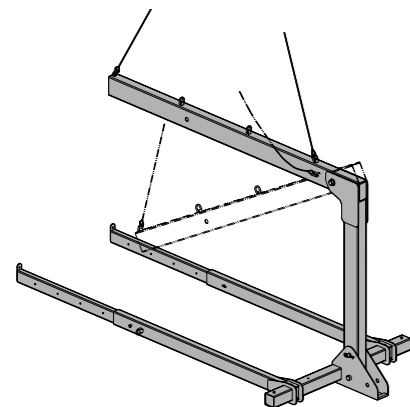
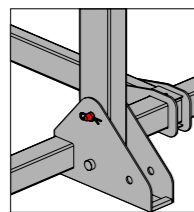

Abb. 5.5 Bei Kranentlastung geht der Ausleger nach unten zum Aushängen der Lasthaken von ebener Erde aus
Abb. 5.6
- Wenn die Versetztraverse vollständig ausgeklappt ist, müssen Sie den Bolzen wieder anbringen und mit dem Federstecker sichern. (Abb. 5.5 und Abb. 5.6)
Die Versetztraverse 250/540 justiert sich selbst in die Arbeitsposition. Die Gabeln können Sie in betriebsbereitem Zustand zusammen- oder auseinander schieben. Länge von 3,20 m bis 5,00 m, Breite von 0,50 m bis 2,00 m jeweils stufenlos. Arretierung durch Ausfallsicherung. Bei Kranentlastung geht der Ausleger nach unten zum Aushängen der Lasthaken von ebener Erde aus (Abb 5.5 und Abb. 5.6).